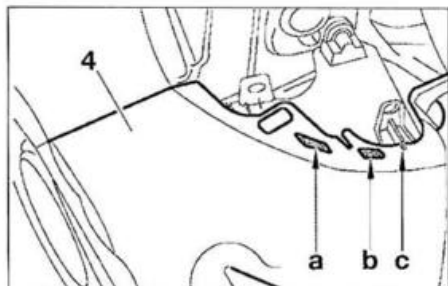

FIG. 78
- Desengrapar el parachoques tras. (4) en (a, b y c) (fig. 78).